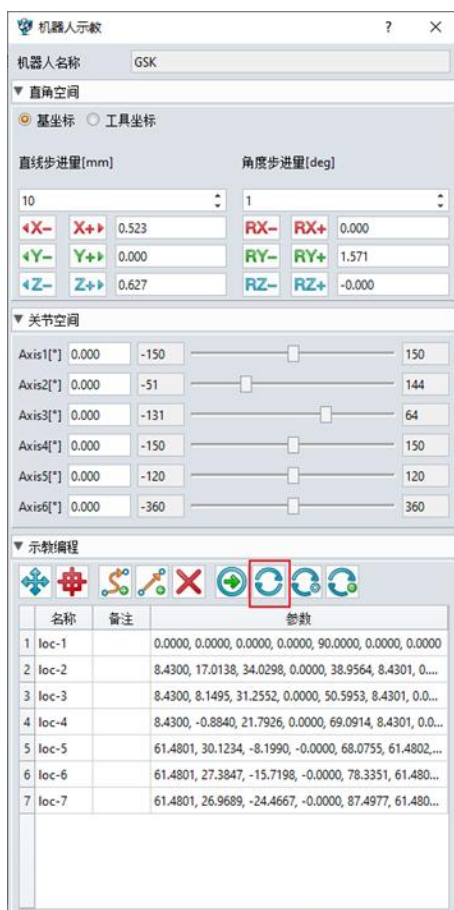

图 10-27: 标记完成
- 最后，单击“回零”将机器人返回到其初始位置。（图 10-27）